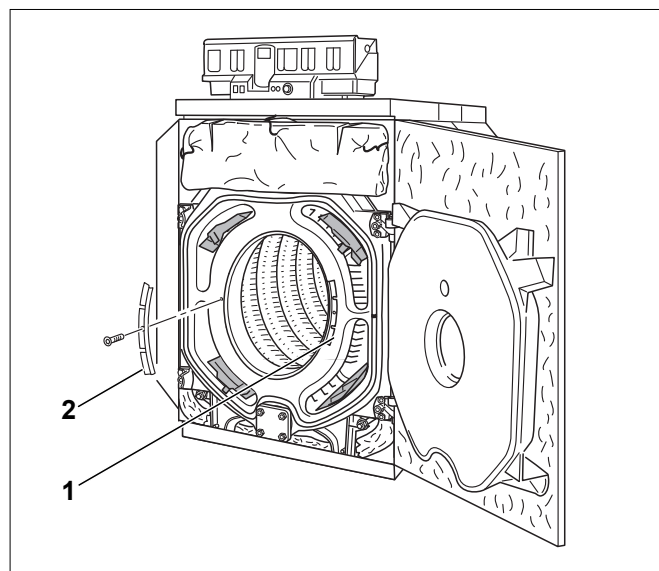
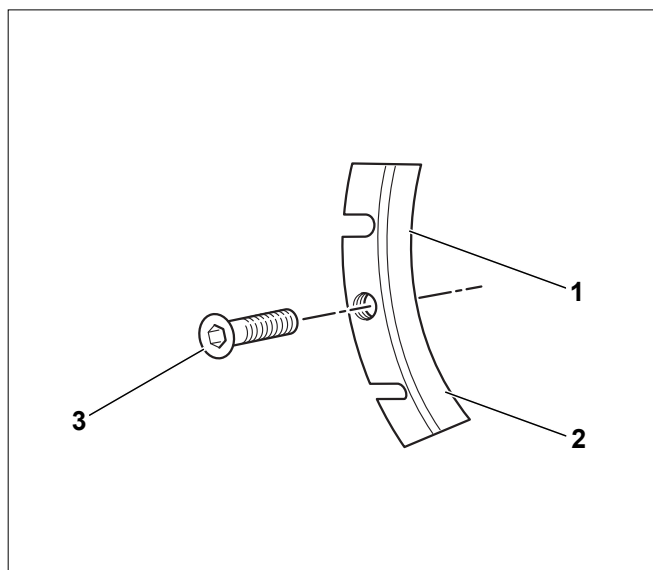

Рис. 68 Расположение стопорных пластин дымовых газов
Рис. 69 Стопорная пластина дымовых газов
- ▶ Отверните винты с внутренним шестигранником в стопорных пластинах дымовых газов и удалите стопорные пластины слева и справа (рис. 68, [1] и [2]).
- ▶ Отверните винты с внутренним шестигранником (рис. 69, [3]) в стопорных пластинах дымовых газов и удалите стопорные пластины слева и справа (рис. 68, [1] и [2]).
- ▶ Уложите стопорные пластины на какую-либо подставку вырезами (рис. 69, [1] и [2]) вверх.